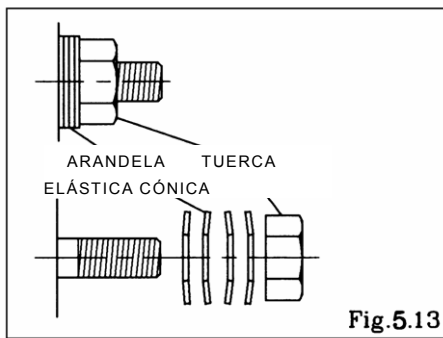

Fig.5.13
- Asegúrese de la orientación de las arandelas elásticas cónicas. [Fig. 5.13]